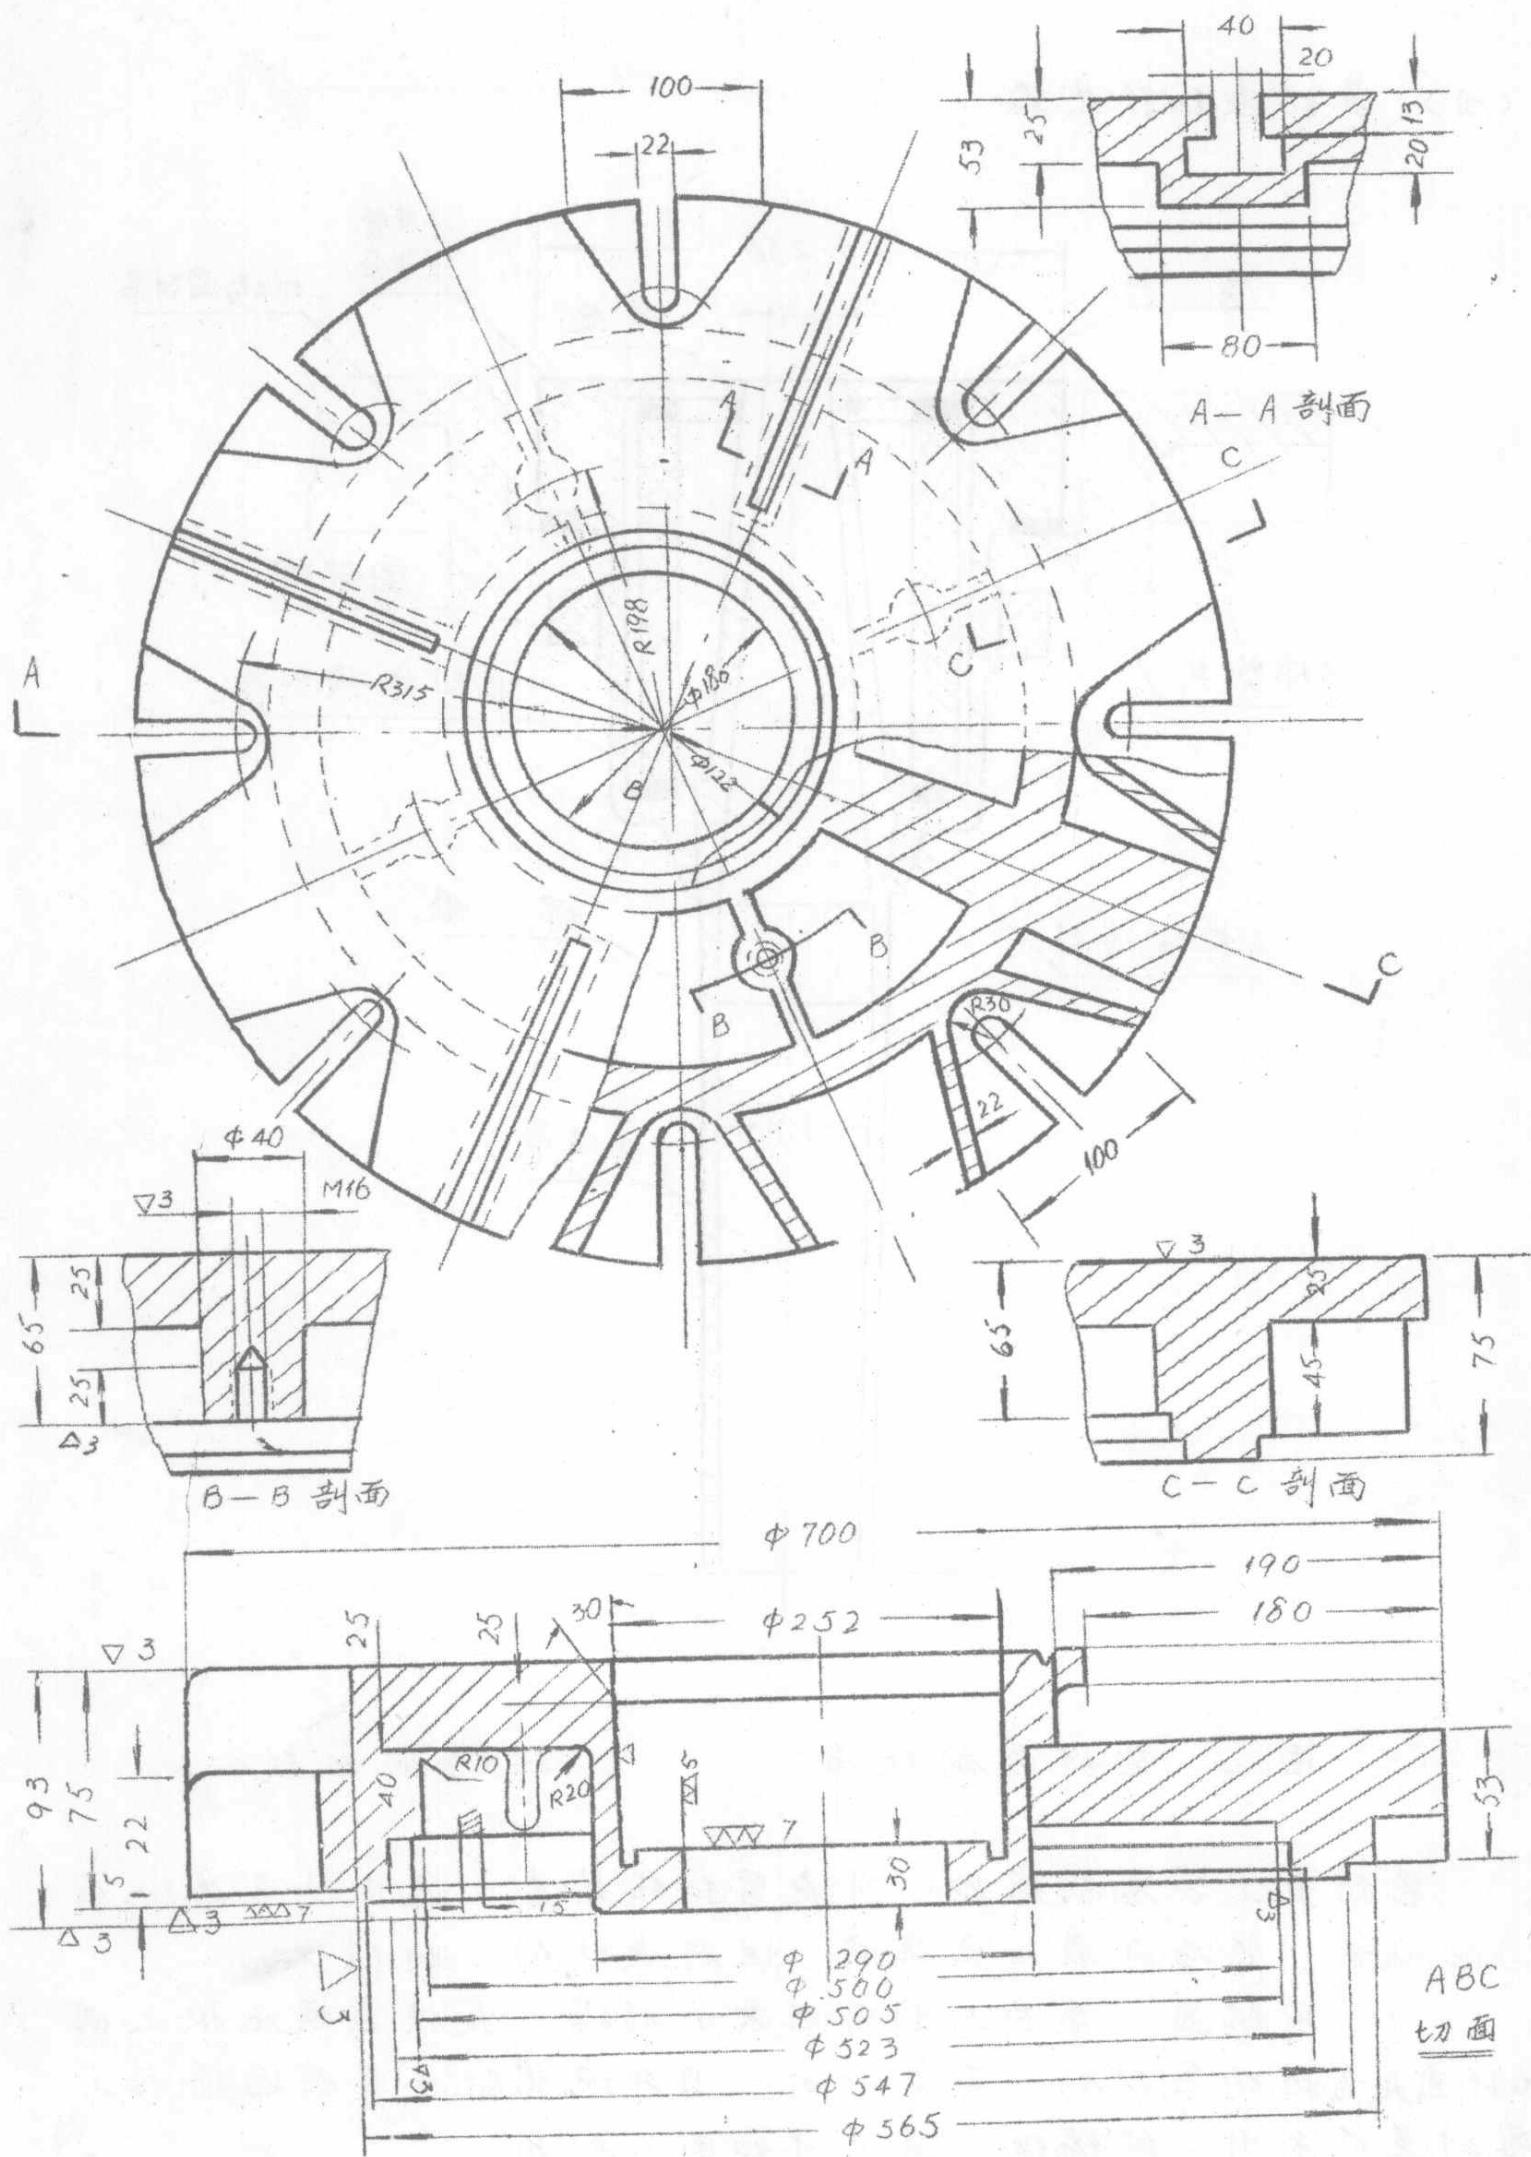

图 11 密封盖结构
1. 密封盖：盖面上面有四条 T 形槽，是供紧模压板之用的下面与坩埚密封的，要求加工。与升液管配合平面也须加工。密封盖可采用一般铸铁，其尺寸如图 11 所示。